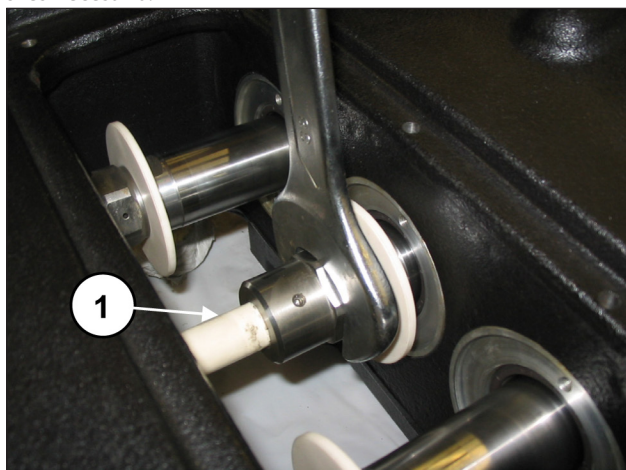
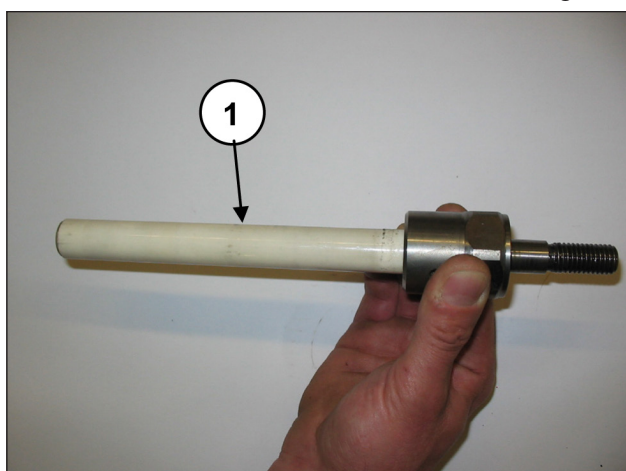

Fig. 122
Fig. 123
Desmontar las bombas con una llave de horquilla (pos. ①, Fig. 122) y controlar su desgaste (pos. ①, Fig. 123). Sustituirlas si es necesario.